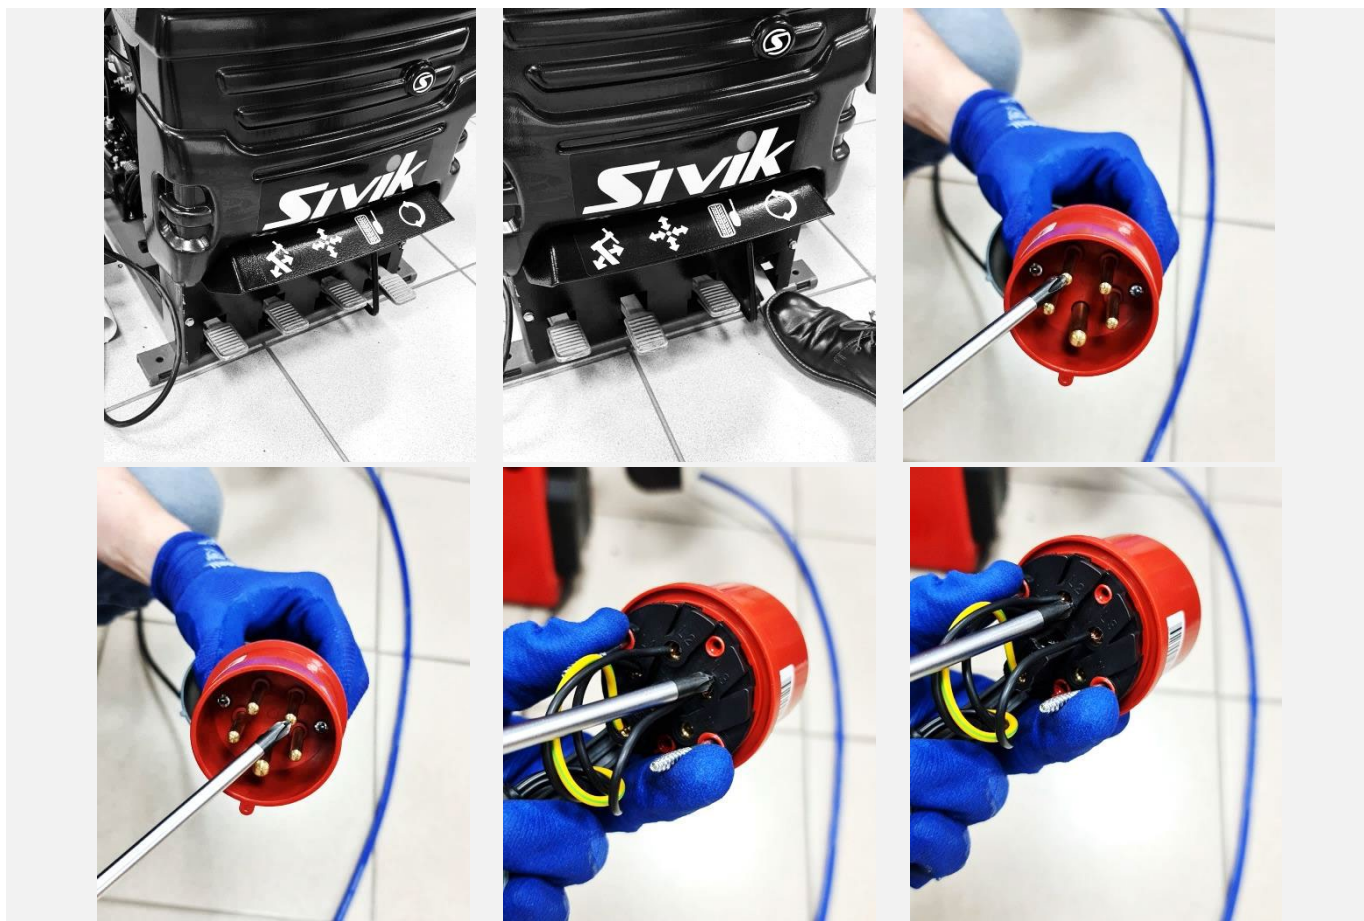

Рисунок 28
**8.2** Нажать педаль вращения стола и убедиться, что поворотный стол станка вращается по часовой стрелке. Если поворотный стол вращается в обратную сторону, то необходимо поменять местами два любых фазных провода в электрической вилке (см. Рисунок 28).